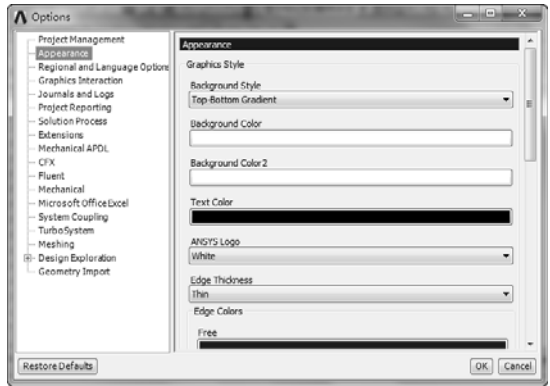

图 1-12 【Appearance】选项卡
- ◇ **【Appearance】** 选项卡: 用于设置软件背景颜色、文字、几何图形边等, 如图 1-12 所示。